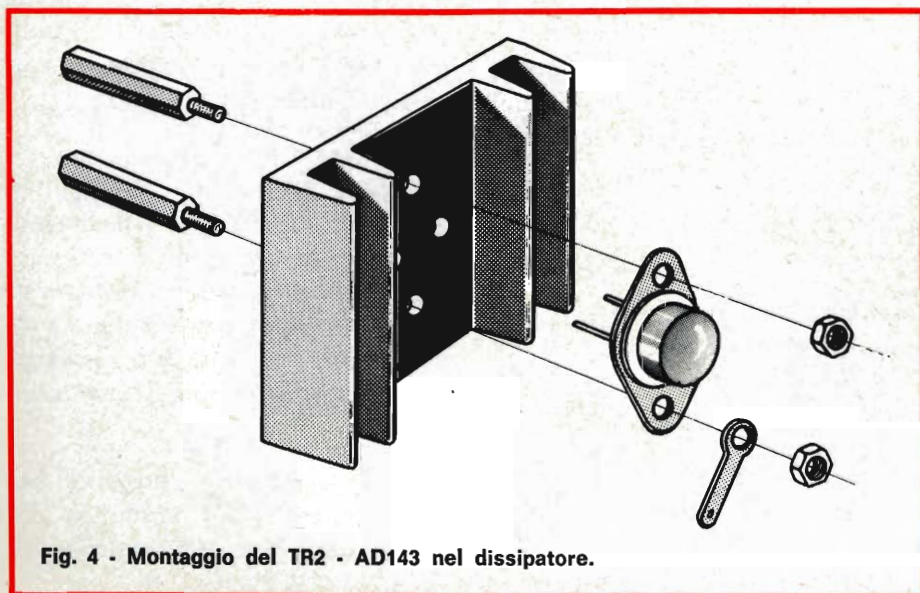

Fig. 4 - Montaggio del TR2 - AD143 nel dissipatore.
- Montare sul dissipatore il transistor TR2 fissandolo con i due distanziatori esagonali e dadi - vedi particolare di montaggio in fig. 4.